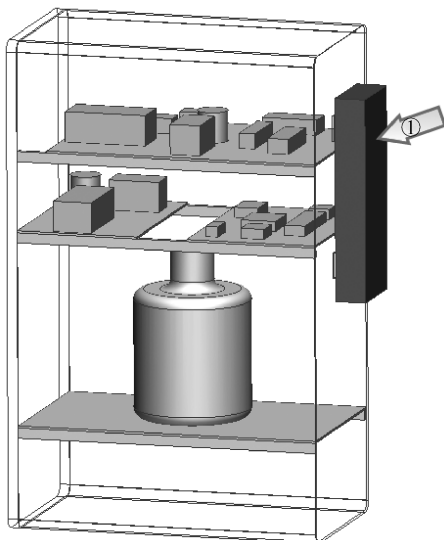

图 7-33 柜式热交换器
柜式热交换器（图 7-33 中①所示）通常从某个封闭的工业自动化系统提取热量。热交换器的循环空气流经系统，将热量散发到周围。对于暴露在恶劣环境中的封闭系统非常有用。